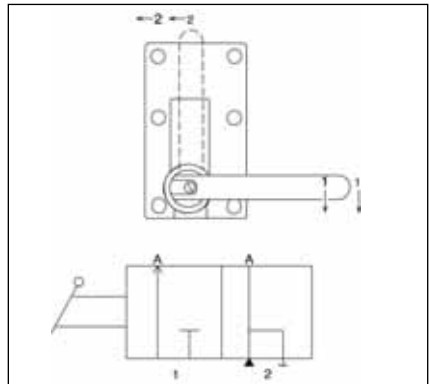

Figura 7
1. Portare la leva di comando della valvola sulla posizione 1, come mostrato nella figura 7.